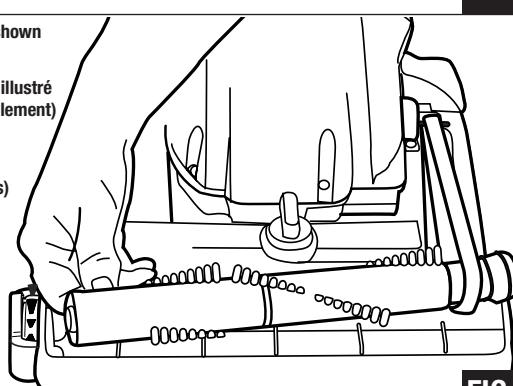

FIG. 25
Step 8: Align left end cap with base. Push end cap securely into place. Make sure the square on the brushroll cap is in place (FIG. 25).
Étape 8 : Aligner la capsule gauche du rouleau-brosse avec la base. Pousser la capsule pour la mettre en place. Soyez sûr que le carré sur la capsule du rouleau-brosse soit en place (FIG. 25).
Paso 8: Alinee el capacete del extremo con la base. Empuje el capacete del extremo hasta que quede fijado en su lugar. Asegúrese de que el cuadrado en el capacete del cepillo circular esté en su lugar (FIG. 25).